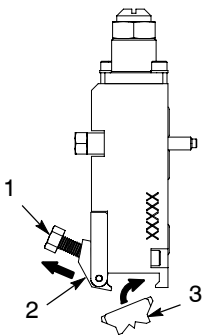

Fig. 8 Dépose/Installation d'une buse (la figure représente une buse Meltblown)
3. Voir la figure 8. Insérer la buse avec précaution dans le siège du module et serrer la vis à 1.7 N•m (15 in.-lb).